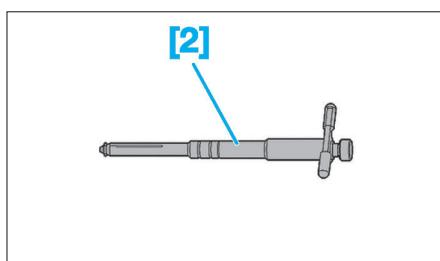

Fig. 46
- [2]. Kit extracteur rondelle étanchéité (réf : 0194-2-C) (si besoin) (Fig.46).